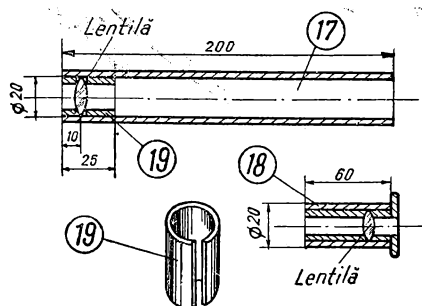

Fig. 55.
Să construim acum partea optică a microscopului (fig. 55). Așa cum observați, ea se compune din mai multe tuburi. Confecționați mai întîi tubul 17, care are interiorul egal cu diametrul lentilei obiec-
Fixarea tubului 17 de corpul microscopului se face cu un colier 1 (fig. 55). Acesta se execută din tablă. Colierul va fixa tubul 17 de suprafața curbată a piesei din lemn (4). Înainte de fixare se trece mai întîi capătul liber al axului 5 prin orificiul de 6 mm din piesele 6. Trebuie avut grijă ca în timpul introducerii să așezăm o bucățică de furtun în creștătura piesei 4 prin care va trece axul 5. Creștătura va fi suficient de mare ca să nu stingherească rotirea axului 5. La unul din capetele axului se montează un buton de radio. O deosebită atenție se cere la determinarea poziției găurilor de 6 mm diametru, date în capătul superior al pieselor (6). Ele trebuie astfel făcute, încît diametrul exterior al cauciucului de pe ax să preseze pe tubul 17 atunci cînd